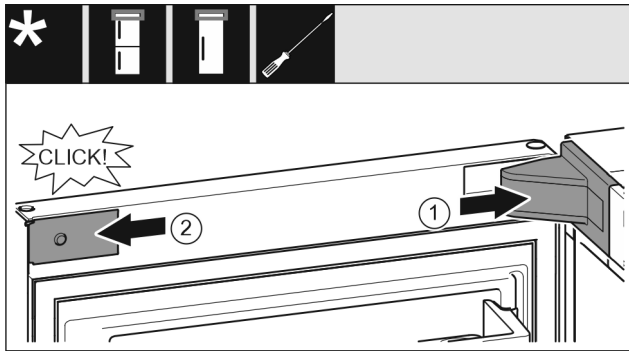

Fig. 20
- ▶ Nasadíte kryt ložiskovej konzoly a zaistíte, príp. opatrne roztlačíte. Fig. 20 (1)
- ▶ Zboku nasadíte a zaistíte kryt. Fig. 20 (2)